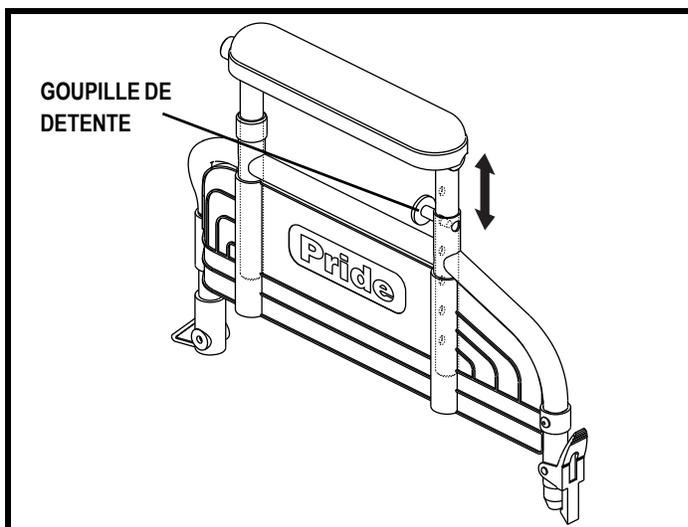

Figure 22. Réglage en hauteur des accoudoirs relevables
1. Tirez et tenez la goupille de réglage située sur l'accoudoir. Voir la figure 22.